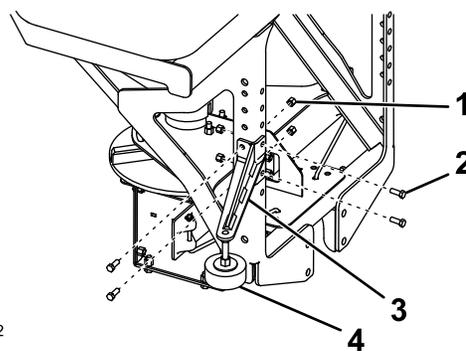

Figure 7
4. Fixez les bras stabilisateurs au cadre de l'épandeur à l'aide de 8 boulons (3/8 po) et de 8 contre-écrous (3/8 po), puis serrez les boulons à 27 N·m, comme montré à la Figure 7.
- Faites tourner les patins des bras stabilisateurs jusqu'à ce qu'ils soient parfaitement en appui contre la caisse du véhicule ; immobilisez-les en serrant l'écrou de blocage (Figure 7).
8. Fixez les bras stabilisateurs au cadre de l'épandeur à l'aide de 8 boulons (3/8 po) et de 8 contre-écrous (3/8 po), puis serrez les boulons à 27 N·m (Figure 7).
9. Faites tourner les patins des bras stabilisateurs jusqu'à ce qu'ils soient parfaitement en appui contre la caisse du véhicule ; immobilisez-les en serrant l'écrou de blocage (Figure 7).